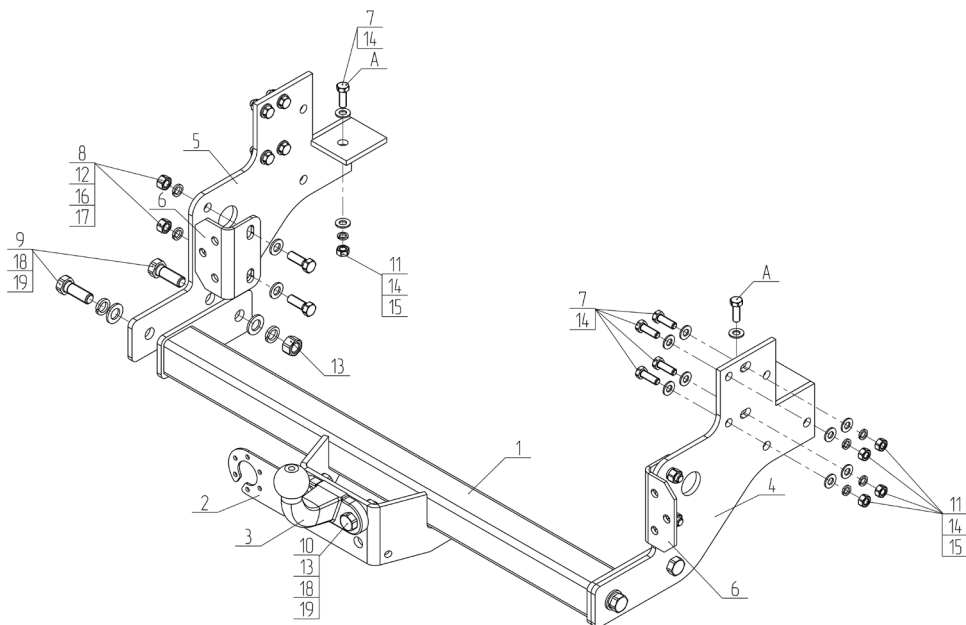

Рис.1.
- Закрепите к раме автомобиля кронштейны (поз.4,5) используя крепежные элементы показанные на рис.1;